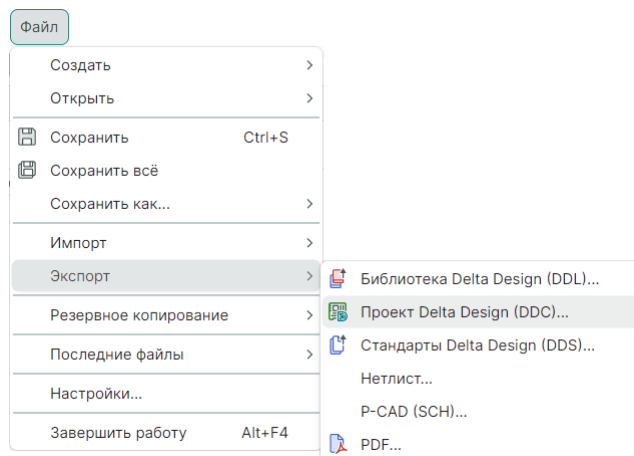

Рис. 309 Синхронизация через экспорт проекта
3. Осуществите экспорт проекта, см. Рис. 309.